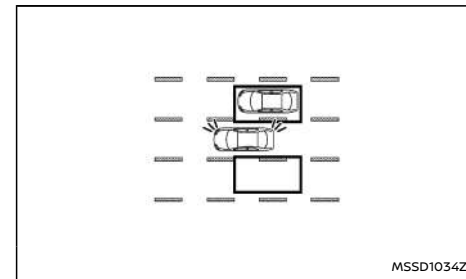

**Figura 6 Sorpasso di un altro veicolo**
**Figura 6:** Se il conducente attiva l'indicatore di direzione mentre un altro veicolo si trova nell'area di rilevamento, il sistema emette un segnale acustico (due volte) e la spia BSW a LED e l'indicatore BSW nello strumento lampeggiano.